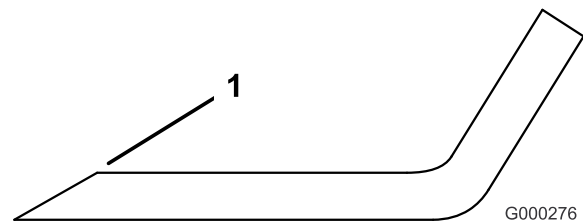

Figura 71
1. Afie a extremidade de corte em ambas as extremidades da lâmina (Figura 71). Mantenha o ângulo original. A lâmina manterá o equilíbrio se for retirada a mesma quantidade de material de ambas as extremidades de corte.